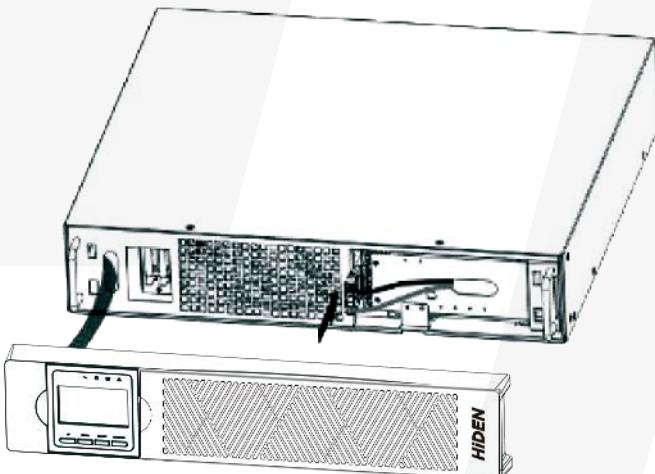

Рис. 6 Подключение внутренних батарей ИБП
b. Подсоедините внутренний разъем аккумулятора (см. рис. 6).